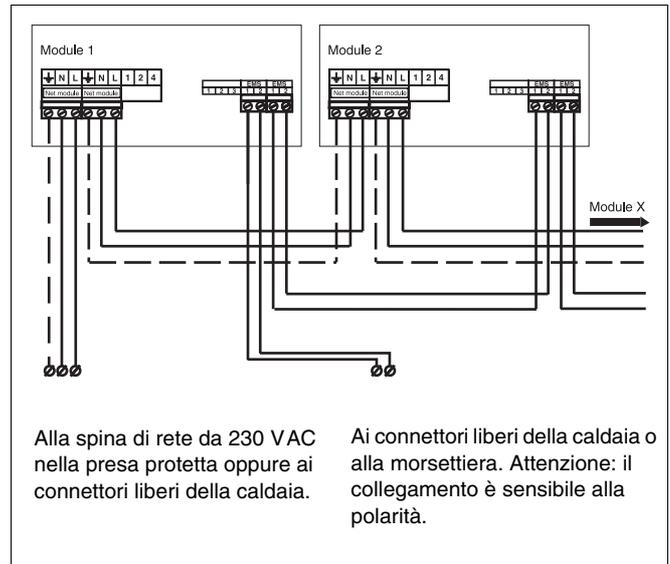
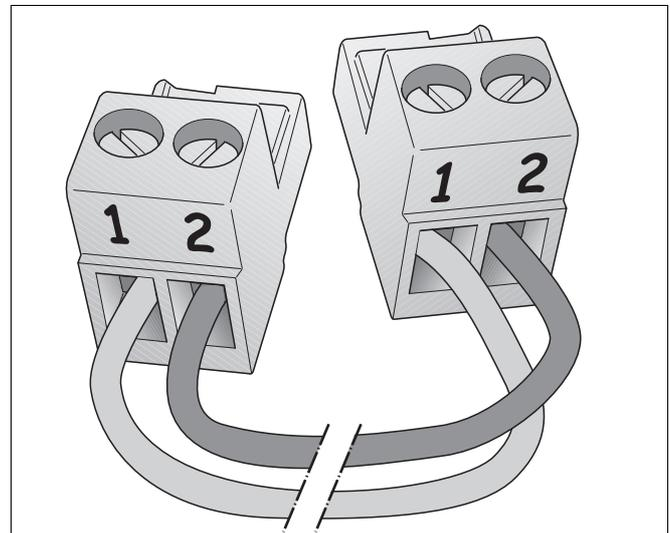
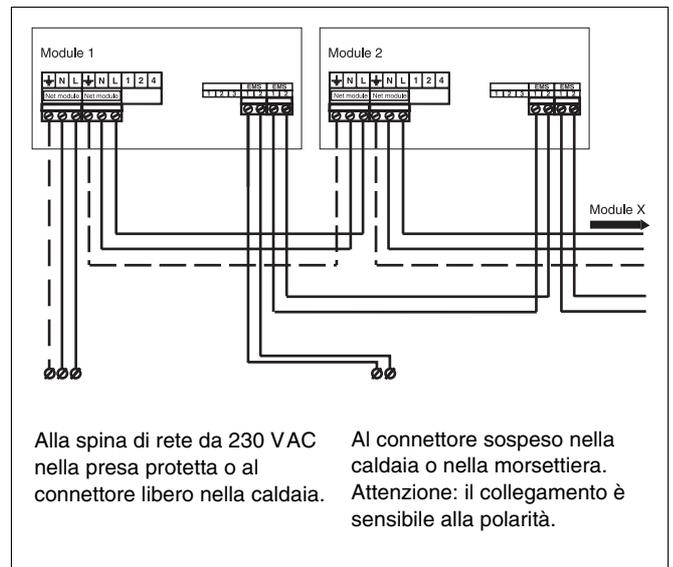

Fig. 50 Collegamento di più moduli
Fig. 51 Polarità Bus EMS
Fig. 53 Collegamento di più moduli
- Collegare il cavo di rete a CA, 230 V del primo modulo al modulo successivo (fig. 50).
- Se si utilizzano più moduli funzione, è possibile derivare l'attacco al BUS-EMS del secondo modulo dal primo. Per farlo, usare il cavo fornito insieme al modulo (fig. 50 e 51).
- Collegare il cavo del morsetto 1 sul morsetto 1 e del morsetto 2 sul morsetto 2 (fig. 50 e fig. 51).
- Approntare un cavo di collegamento bus EMS sufficientemente lungo. A tale scopo, utilizzare un cavo elettrico bipolare da 0,4 – 0,75 mm2 e il connettore fornito insieme al modulo (fig. 51).
- Collegare il cavo del morsetto 1 sul morsetto 1 e del morsetto 2 sul morsetto 2 (fig. 51 e fig. 53).
- Collegare l'altra estremità del cavo del bus EMS al primo modulo (fig. 53).
- Collegare il cavo del bus EMS del primo modulo al modulo successivo (fig. 53)
- Collegare il cavo di rete a CA, 230 V al modulo (fig. 53). Qualora si utilizzino più moduli, l'alimentazione da 230 VAC del modulo successivo potrebbe essere derivata con la spina fornita in dotazione al modulo, e con un cavo elettrico tripolare da 0,75 mm2 con cavo di protezione.
- Collegare il cavo di alimentazione a CA, 230 V del modulo precedente al modulo successivo (fig. 53).